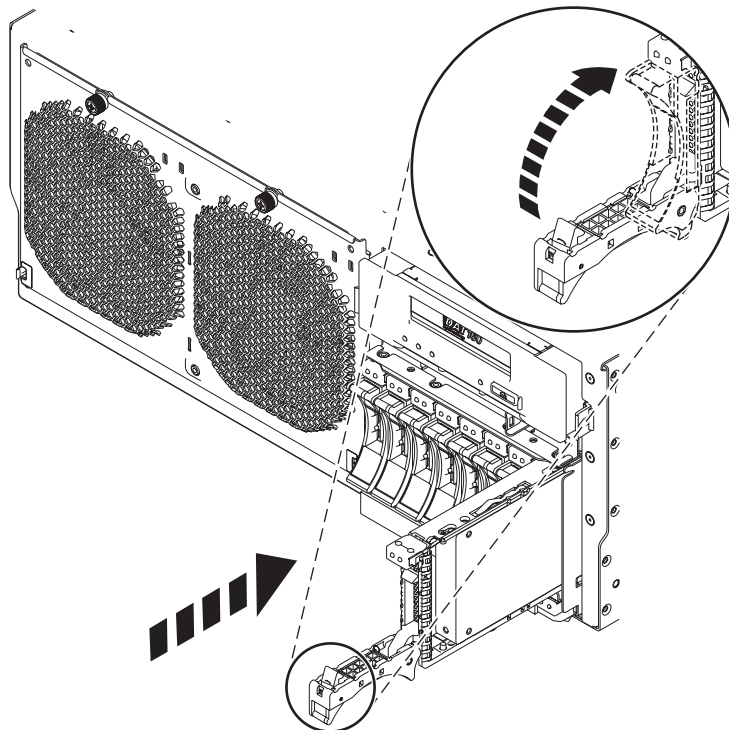

Figura 16. Instalación de una unidad de disco en el sistema
5. Deslice la unidad hasta el fondo del sistema o unidad de expansión y empuje el asa de la unidad (A) hasta que quede encajada, como se muestra en Figura 16.